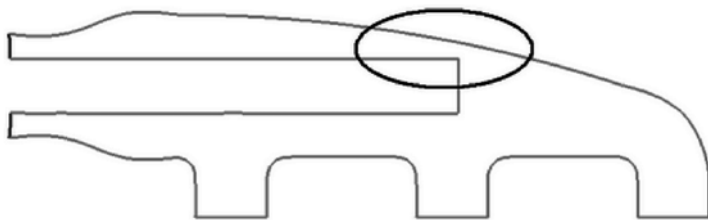

图 5-187 选择如图所示区域的线单元（PLOTTEL）
(3) 打开 Model Browser。
(4) 选择 BCs > Components > Single 命令。
(5) 输入名称 wall_critical。
(6) 依次单击 Create 和 Close 按钮。
(7) 选择 BCs > Organize 命令。
(8) 选择如图 5-187 所示区域的线单元（PLOTTEL）。